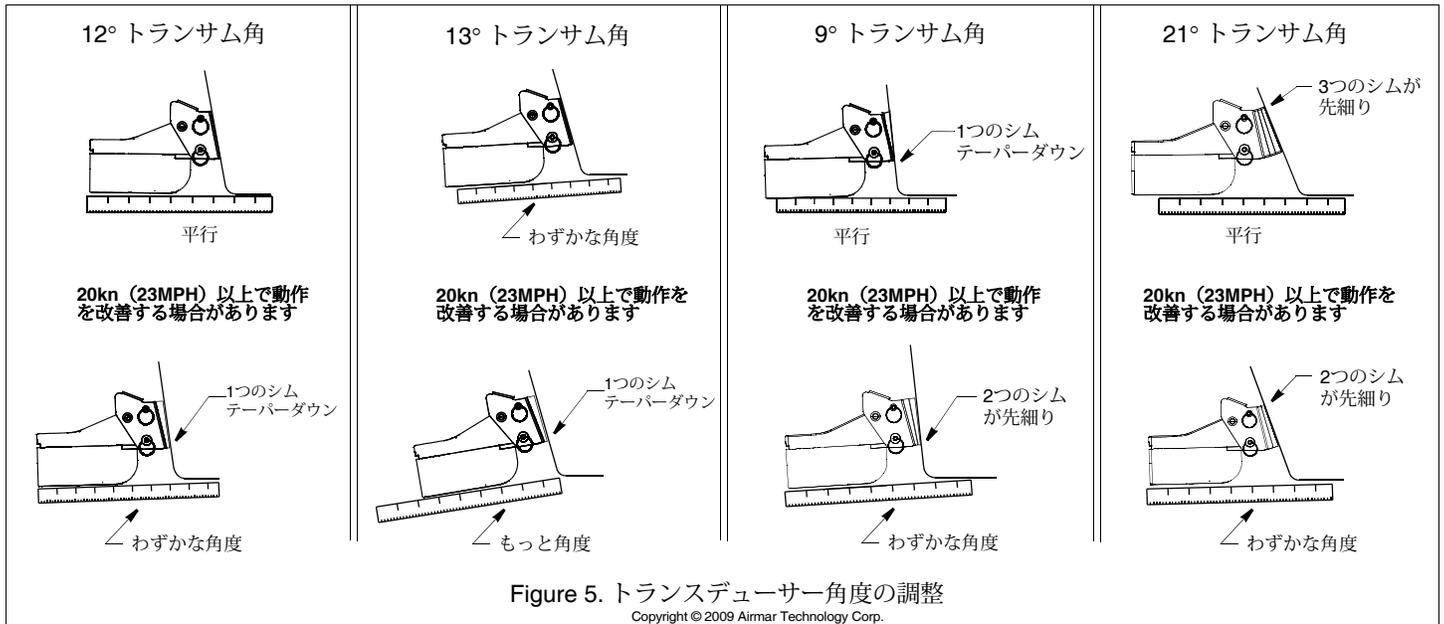

Figure 5. トランスデューサー角度の調整
4. トランスデューサーが動作位置にある状態で、真っ直ぐなエッジを使用して、船体の下面に対してトランスデューサーの下面を確認します (図5)。トランスデューサーの後縁は、前縁より1~6 mm (1/16~1/4") 低くなければなりません。
- a. 水中でのトランスデューサーの角度を大きくします。レビュー「トランサム角度の補正: シム」および図5。